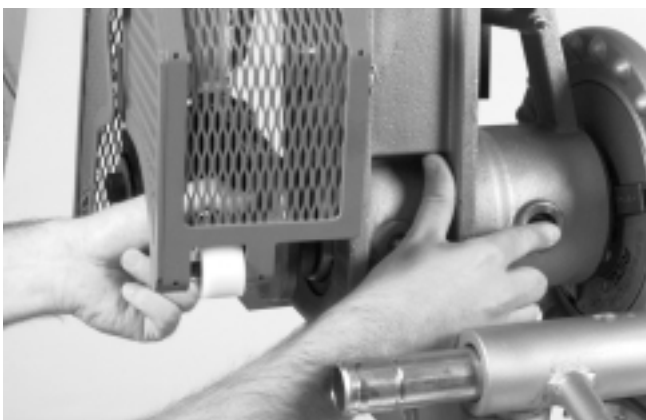
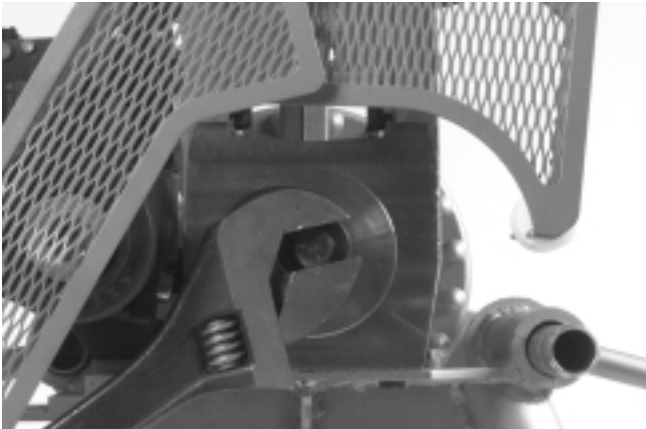

Figura 20 – Enganche del pasador de enclavamiento y extracción del rodillo de accionamiento
Figura 21 – Aflojamiento del perno de 5/8 pulg.
5. Enganche el pasador de enclavamiento en el árbol de transmisión o accionamiento haciendo girar el árbol con su mano (Figura 20). Afloje el perno de $5/8$ pulg. con una llave hexagonal de $15/16$ pulg. (Figura 21) y extraiga el rodillo de accionamiento.